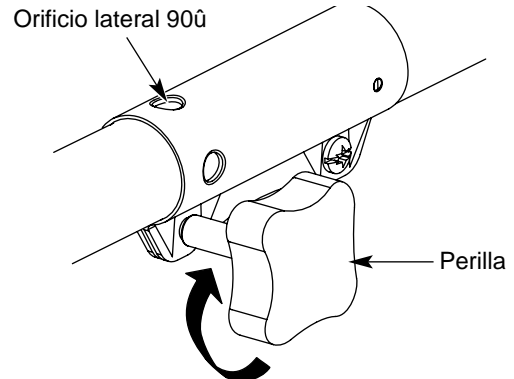

Fig. 11
3. Gire la perilla en sentido horario para ajustarla (Fig. 11).
Para recortar bordes mientras usa el accesorio de corte de cabeza de línea con modelos EZ-Link^a, trabe el botón de desconexión en el orificio lateral de 90° (Fig. 11).